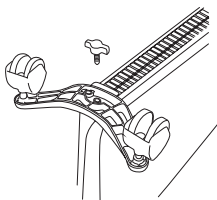

Рис. 8
- приложить планку опорной шасси к месту крепления на конвекторе так, чтобы выпуклая часть планки прилегла плотно к корпусу конвектора и находилась ближе к его задней стенке, винтовое отверстие должно совпадать (рис.8);